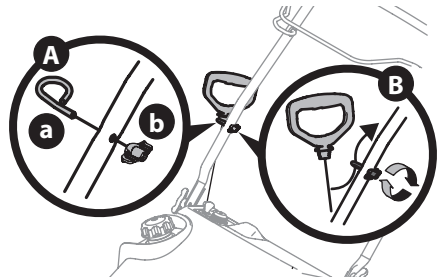

Figure 15
- Installez le boulon à œil (a) et le bouton de la poignée (b) sur la poignée supérieure (Figure 15, A). Ne serrez pas complètement la quincaillerie jusqu'à ce que vous soyez invité à le faire.
- Glissez la corde du lanceur à rappel dans le boulon à œil (a) de l'arrière de la souffleuse (Figure 15, B).